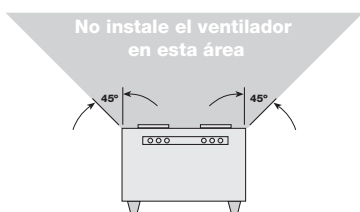

Figura 3
5. No se recomienda usar estos ventiladores para aplicaciones de escape en cocinas. Están diseñados principalmente solo para aplicaciones de aire limpio a baja temperatura. La Figura 3, página 6, muestra la distancia mínima en la que se deben colocar estos ventiladores en relación con el equipo de cocina.
1. Para obtener el mejor rendimiento, elija una ubicación con el tramo de conducto más corto posible y con el menor número de codos. No lo monte cerca de equipos de cocina, como se muestra en la Figura 3.